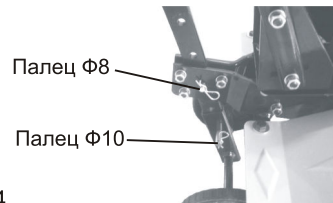

Рис. 4
3. Установите сошник в сцепное устройство культиватора и зафиксируйте его с помощью пальца диаметром 8 мм и шплинта (рис. 4);
4. Соедините транспортировочные колеса с сошником и закрепите их с помощью пальца диаметром 10 мм и шплинта (рис. 4);